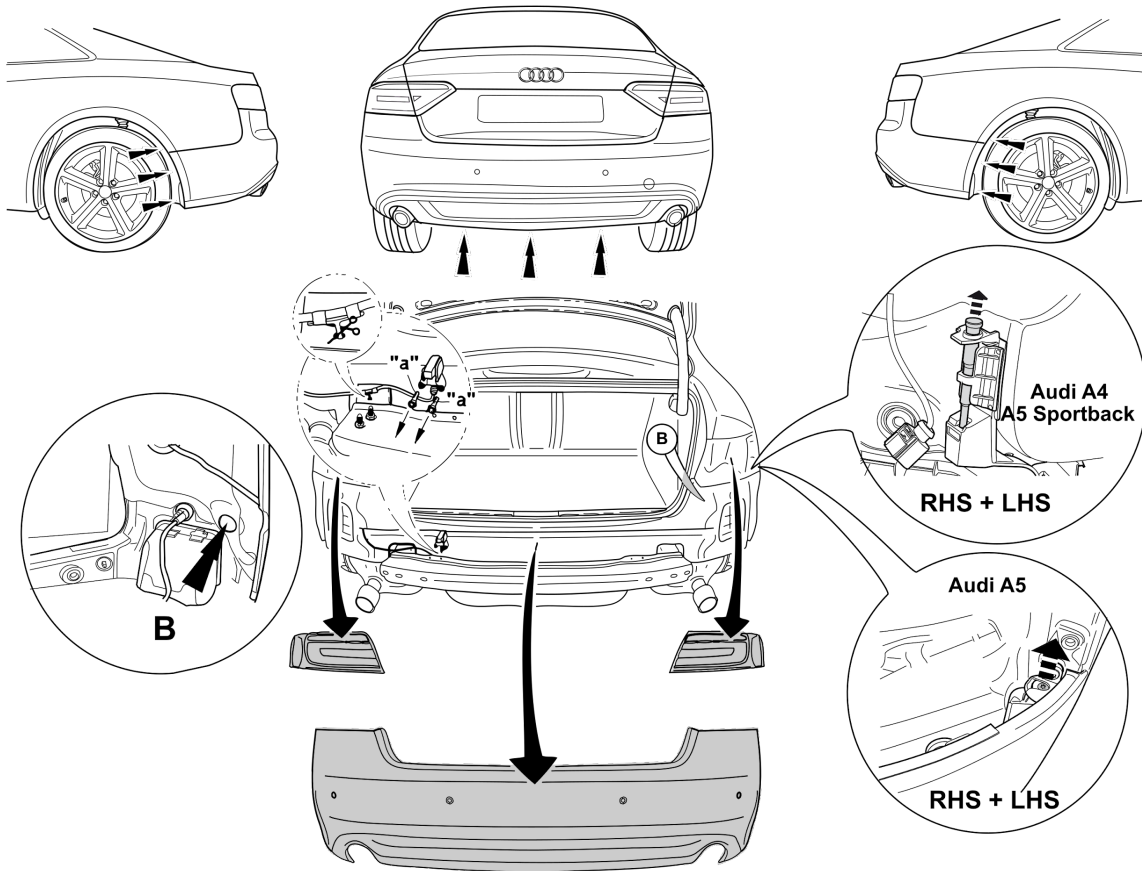

Fig. 2
2. Снять оба блока задних фар. Снять бампер вместе со буферным брусом автомобиля. Буферный брус больше не понадобится. См. рисунок 2 & 3.